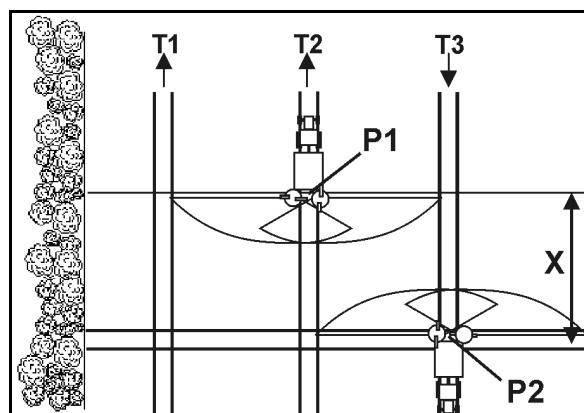

Рис. 71
- Откройте запорную заслонку при въезде на технологическую колею в точке P1 (Рис. 71), если распределяющий диск при прохождении участка X технологической колеи разворотной полосы был удалён.
- Закройте заслонку перед выездом с технологической колеи в точке P2 (Рис. 71), если распределяющие диски находятся на уровне первой технологической колеи разворотной полосы.